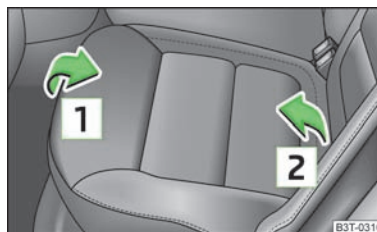

Fig. 62 Rabattement de l'assise
- Lever l'assise du siège en la tirant dans le sens de la flèche **1** » fig. 62 et la rabattre vers l'avant dans le sens de la flèche **2**.